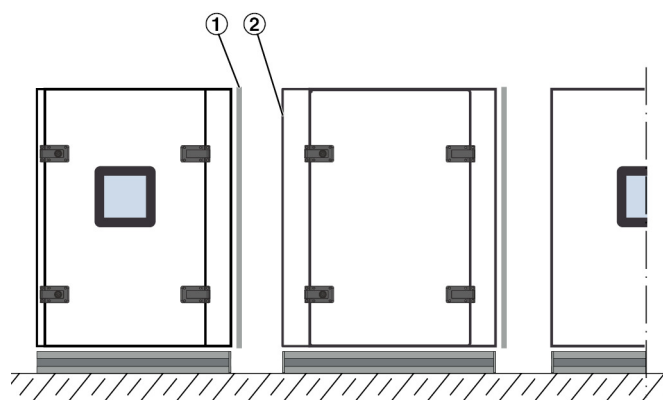

Abb. 11: Dichtungen an den RLT-Bauteilen
1. ▶ Die RLT-Bauteile am Montageort entsprechend Montager Reihenfolge so nah wie möglich zusammenstellen, Abb. 11 Hierbei auch die örtlichen Schnittstellen z.B. zu Kanal- und Wasseranschlüssen beachten.
3. ▶ An den Verbindungsstellen der RLT-Bauteile sind umlaufende Dichtungen (Abb. 11 /1) angebracht. Die Dichtung befindet sich jeweils nur an einem RLT-Bauteil, das daran anzuschließende Bauteil besitzt keine Dichtung (Abb. 11 /2).